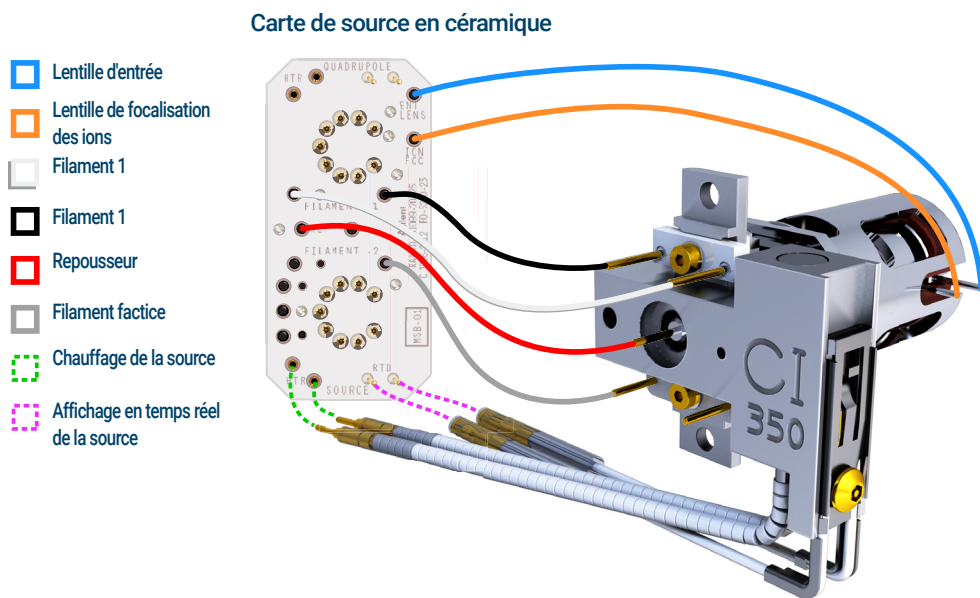

Figure 83. Câblage reliant la CSB et la source
- 1 Utiliser des brucelles ou une pince pour brancher ou débrancher les fils de la carte en céramique (rouge, blanc, noir et gris) au niveau des connecteurs de la source. (Voir **Figure 83**.)